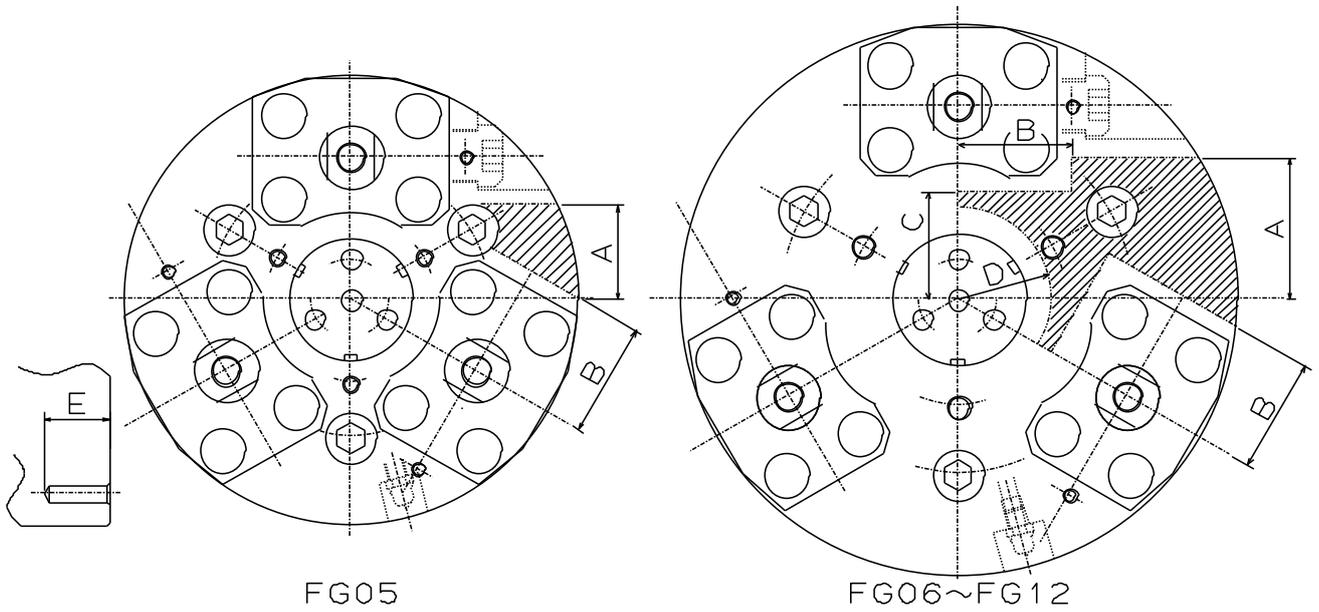
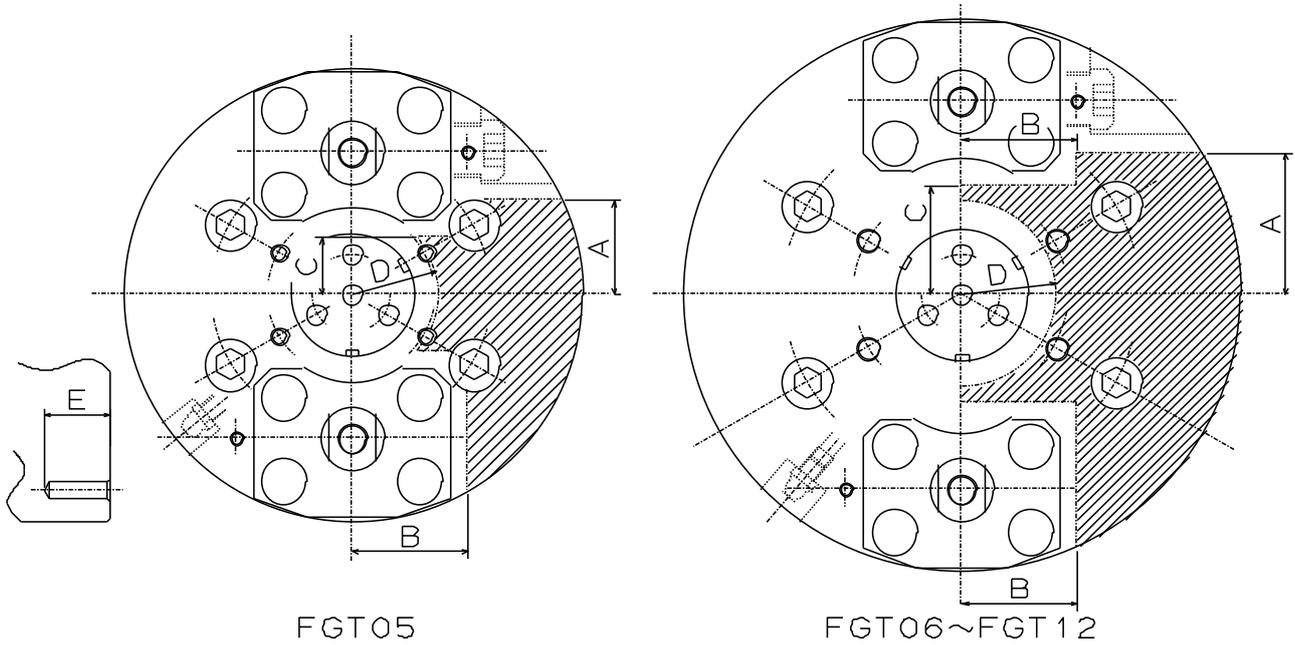

図 7
図 8
- ・ チャックボデー表面にロケータや治具を取り付ける場合は、図 7、表 4 及び図 8、表 5 に示す追加加工範囲内にタップまたは穴明けを行ってください。